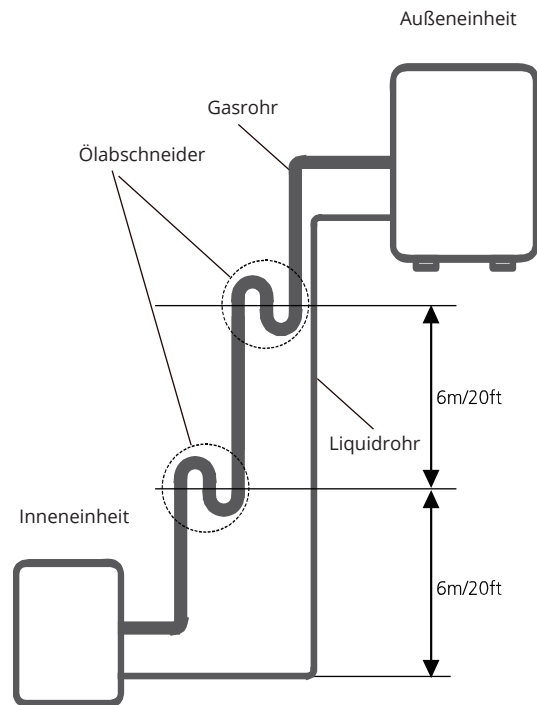

Abb. 7.3
- Es wird empfohlen, die vertikale Saugwirkung nicht übermäßig anzuheben. Die ordnungsgemäße Rückführung des Öls zum Kompressor sollte durch die Geschwindigkeit, mit der das Gas angesaugt wird, erfolgen. Wenn die Geschwindigkeit unter 7,62 m / s (1500 fpm) fällt, nimmt der Ölrücklauf ab. Alle 6 Meter (20Ft) des vertikalen Saugrohrs muss ein Ölabschneider installiert werden. (Siehe Abb.7.3)